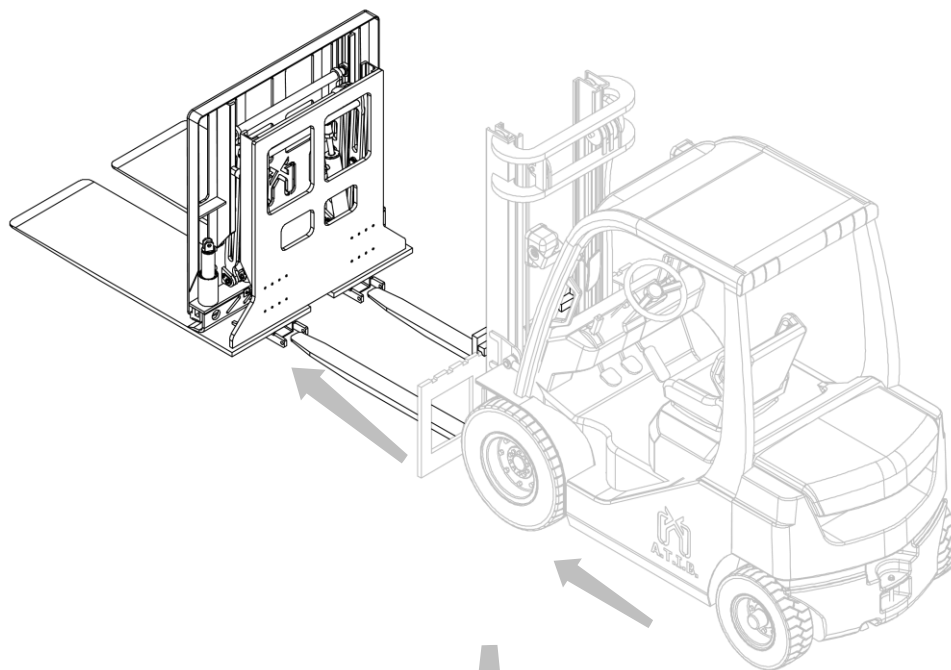

Figura 6
5. Inforcare l'attrezzatura (vedi Figura 6 e Figura 7).